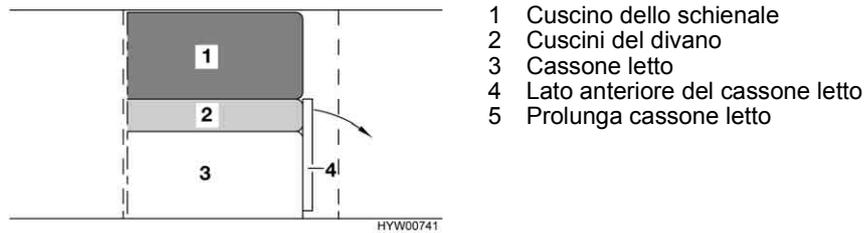

Fig. 50 Prima della trasformazione
- Sbloccare il lato anteriore del cassone letto (Fig. 50,4) dall'arresto.